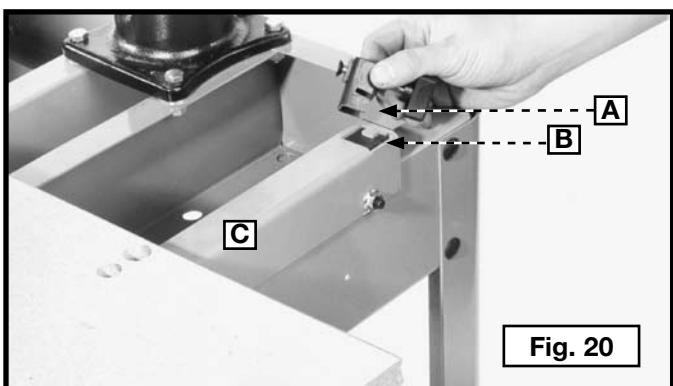

Fig. 20
1. Localiser les brides pour planche de banc (A) Figure 20. Insérer une bride dans chacune des fentes (B) situées à l'arrière de chaque fixation de support de banc (C) Figure 20.